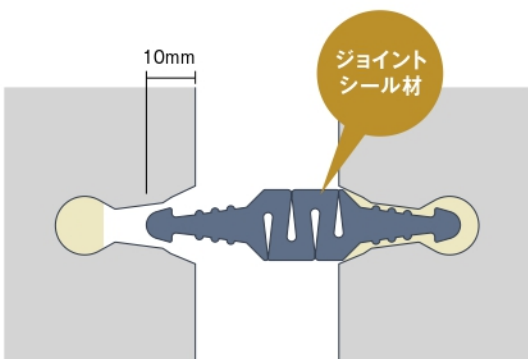

図2 挿入準備状況
① クレーンでの吊り荷重が、「製品荷重マイナス1t」(設置している製品荷重が1t以下)になるよう吊り込んだ状態で、ジョイントシール材が10mm程度挿入されるまで、バールで押し込みます (図2参照)。この際、ジョイントシール材が反って目地溝に入らない場合がありますが、ジョイントシール材調整棒を使って上下を調整します (図3参照)。